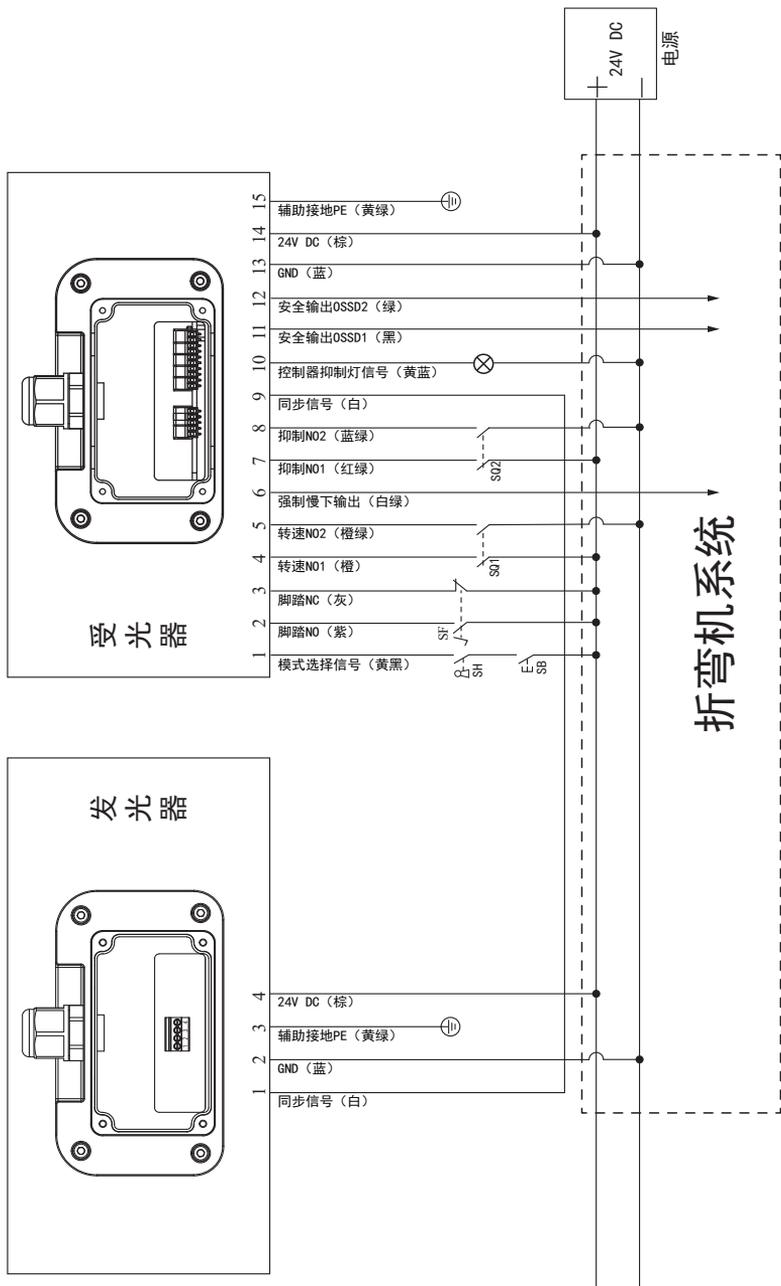

图 5-1 LPD 系列激光安全保护装置 I/O 接线图
2. 将电缆线穿入 LPD 后端盖，并紧固电缆锁头；然后根据接线图 5-1 要求，将各信号线缆压入“压线端子”；电缆线压接完毕后，插紧“压线端子”。